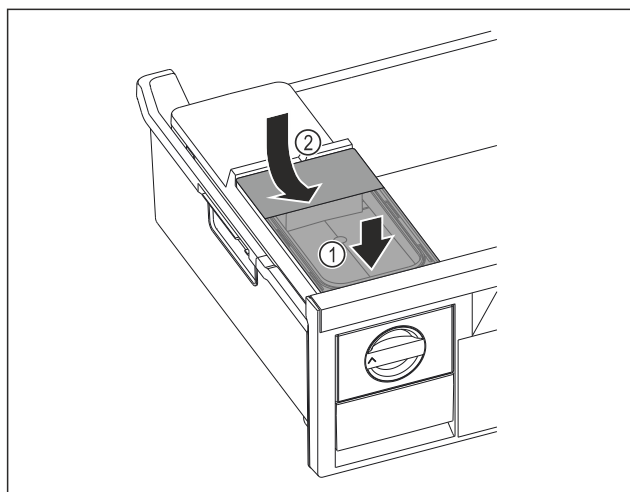

Fig. 181
- Elöl tegye fel a víztartályt. Fig. 181 (1)
- Hátról engedje le a víztartályt. Fig. 181 (2)